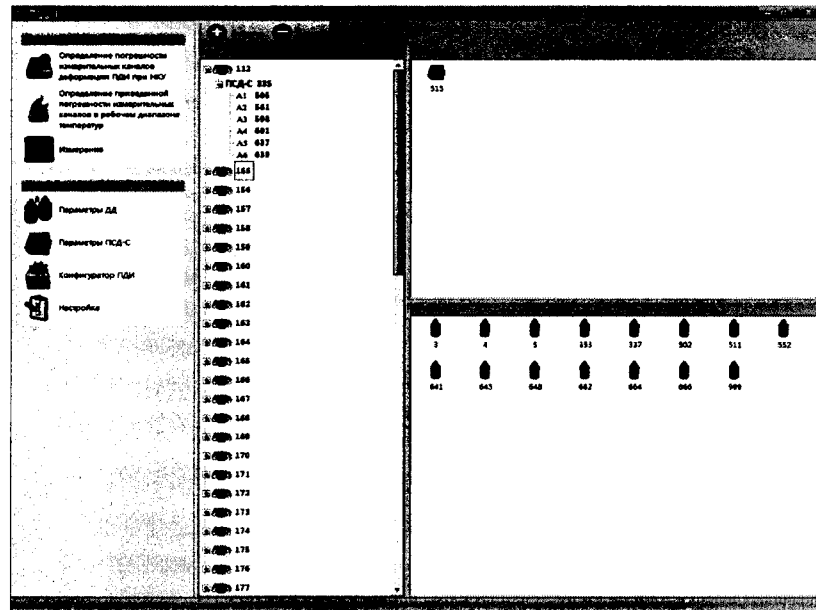

Рис. 15 – Привязка ПСД-С и ДД к ПДИ
- на экране главного окна программы «Поверка ПДИ» на панели задач нажать кнопку с названием «Конфигуратор ПДИ» (рис. 2) В появившемся окне задачи «Конфигуратор ПДИ» (рис. 15) необходимо путем нажатия на значок ПДИ раскрыть его область. В открывшейся области появится ПДС-С, путем нажатия на значок ПДС-С раскрыть его область.